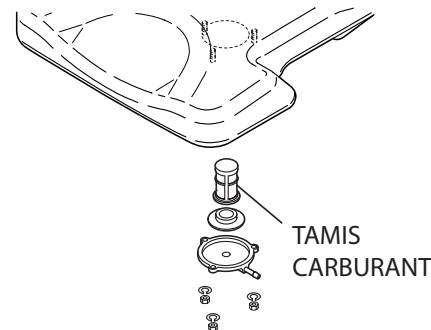

Figure 15. Tamis carburant
- Inspecter et nettoyer le tamis à carburant (Figure 15). Remplacer le tamis si nécessaire.